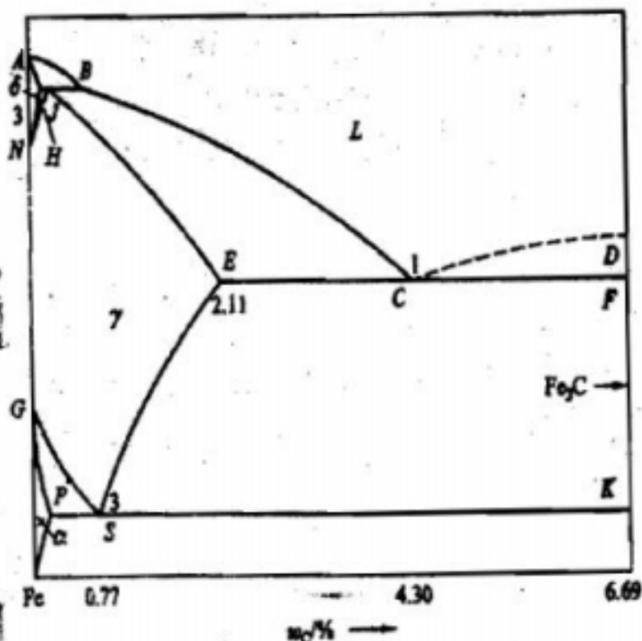

图 1
- 1、根据如图1所示铁碳亚稳平衡相图, 回答下列问题:(每小题10分, 共计70分)